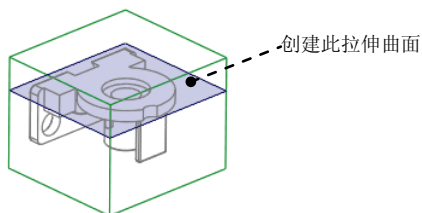

图 14.25 创建拉伸曲面
(4) 单击 **模具** 功能选项卡 **操作** ▾ 区域中的“复制”按钮
(5) 单击 **模具** 功能选项卡 **操作** ▾ 区域中的“粘贴”按钮 ，系统弹出 **曲面：复制** 操控板。
(6) 在系统弹出的 **曲面：复制** 操控板中单击 按钮。
Step5. 通过“拉伸”的方法，创建图 14.25 所示的拉伸曲面。
(1) 将坯料取消遮蔽。在模型树中右击 WP.PRT，在系统弹出的快捷菜单中选择 取消遮蔽 命令。
(2) 单击 **分型面** 功能选项卡 **形状** ▾ 区域中的 拉伸 按钮，此时系统弹出“拉伸”选项卡。